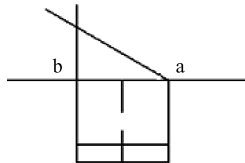

图5-57 偏移线段
(6) 单击“默认”选项卡“修改”面板中的“偏移”按钮,以直线ab为起始边,通过偏移绘制两条水平直线,偏移长度分别为2.5 mm和3.5 mm,如图5-57所示。